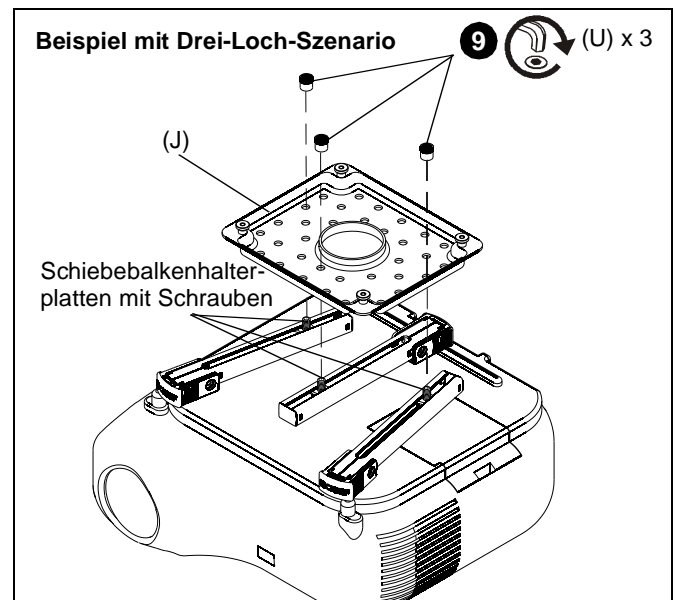
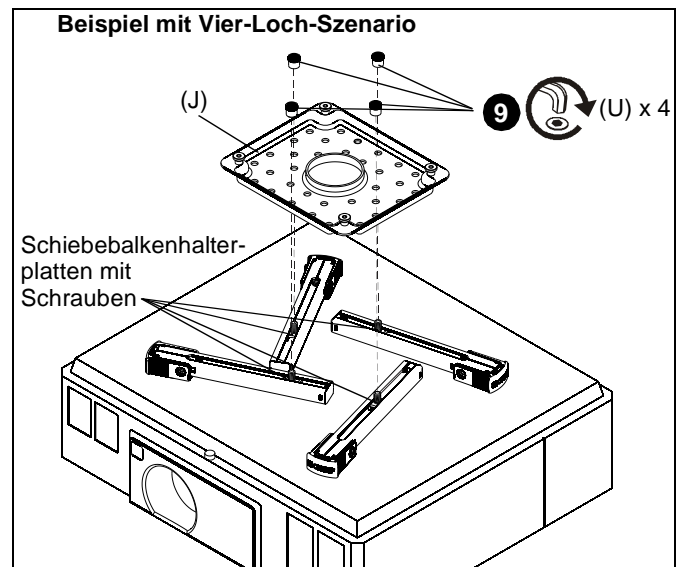

Abb. 18
Abb. 19
- Richten Sie die Beine so aus, dass die Schiebebalkenhalterplatten mit den Schrauben zur Mitte des Projektors zeigen. (Siehe Abb. 18) und (Siehe Abb. 19)
- Positionieren Sie die Schiebebalkenhalterplatten mit den Schrauben so, dass die SLMU-Hauptplatte (J) in ebener Lage auf die Beine montiert werden kann. (Siehe Abb. 18) und (Siehe Abb. 19)
- Befestigen Sie die Inbusmutter (V) mit einem 1/4"-Inbuschlüssel (U) an die Schrauben auf den Schiebebalkenhalterungen. (Siehe Abb. 18) und (Siehe Abb. 19)